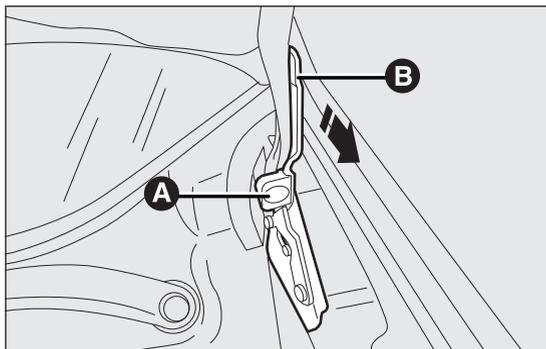

fig. 91
- sollevare il cofano con una mano e con l'altra tirare verso di sé il dispositivo A fig. 91 e successivamente abbassare la leva B;